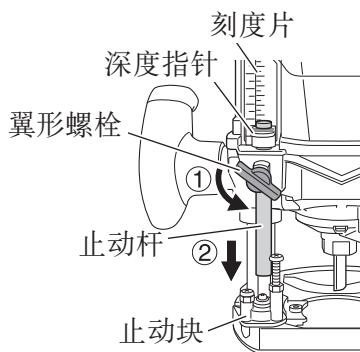

图 14
- (1) 将工具放在一个水平的木质台面上。
- (2) 松开翼形螺栓，让止动杆接触到止动块。（图 14）